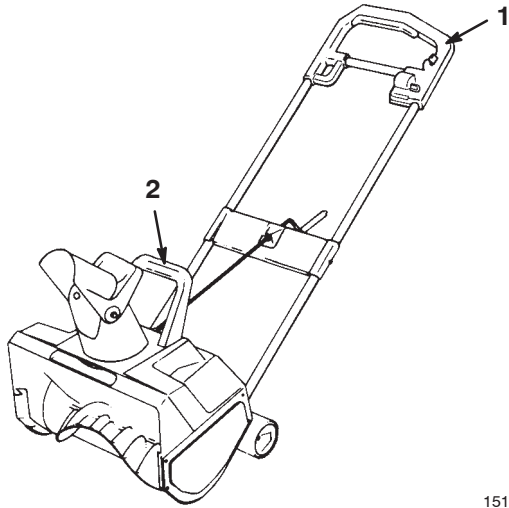

Bild 9
- Wenn Sie große Schneeanstimmungen abtragen möchten, heben Sie die Schneefräse an den primären und sekundären Griffen an (Bild 9) und setzen Sie die Schneefräse auf die Schneeanstimmung. Das Gewicht der Schneefräse sollte die Anstimmung in einer Vorwärts- und-Rückwärtsbewegung abtragen.